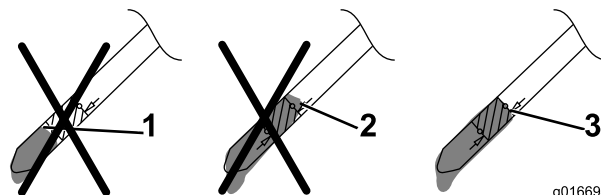

Bild 7
5. Nehmen Sie den Peilstab heraus und lesen Sie den Ölstand am Peilstab ab, siehe Bild 7.
- Füllen Sie bei einem zu niedrigen Ölstand **langsam** etwas Öl in den Öleinfüllstutzen: Wiederholen Sie die Schritte 3 bis 5, bis der Ölstand richtig ist, wie in Bild 7 dargestellt.